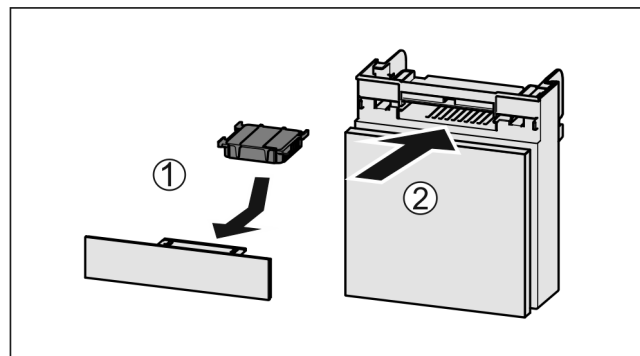

Fig. 176
- Actiefkoolfilter overeenkomstig afbeelding aanbrengen Fig. 176 (1).
- Lade erin schuiven Fig. 176 (2).